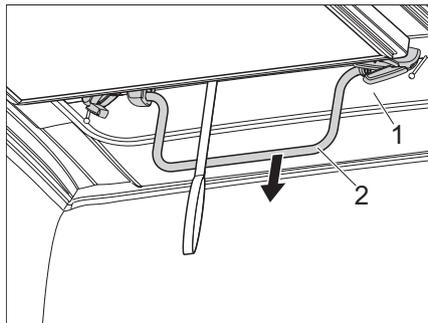

Fig. 42 Abbassamento del tetto sollevabile
- ▶ Abbassare **lentamente** il tetto sollevabile (Fig. 42,1) tirandolo per la staffa (Fig. 42,2) con sguardo rivolto verso la parte posteriore e osservare se il tessuto della tenda cade correttamente all'interno.